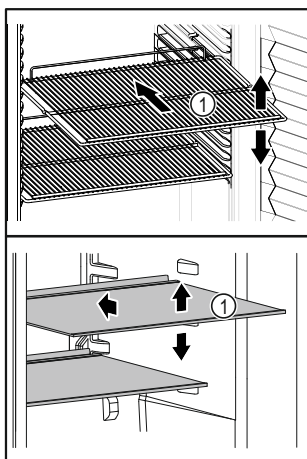

Fig. 67 Beispielhafte Darstellung
- ☐ Wenn Ablageflächen Fig. 67 (1) versetzbar sind, Ablageflächen je nach Höhe anpassen.